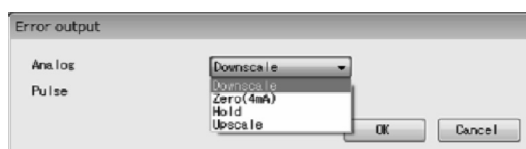

図50
- ③ 図50、51のように、「Analog」、「Pulse」の右側の矢印をクリックしてドロップダウンリストの中から設定する出力レベルを選択して下さい。